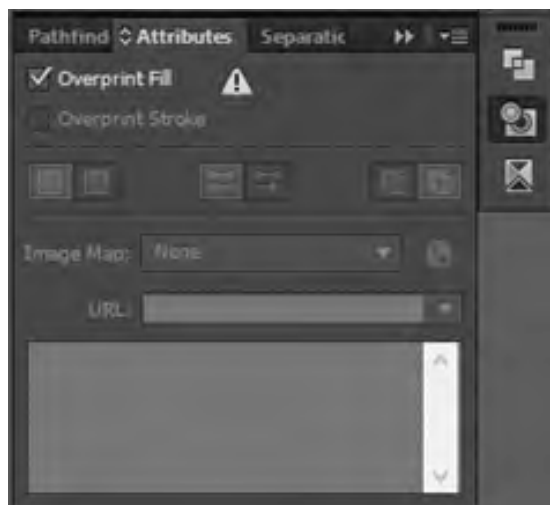

Рисунок 34
2) на белые объекты – они исчезнут, а напротив **Overprint Fill** в палитре **Attributes** появится предупреждающий желтый значок с соответствующей надписью (рис. 34).